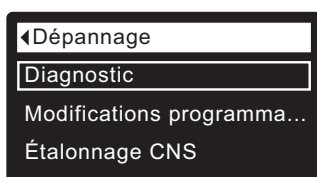

FIG. 98
2. Pour ouvrir l'écran de diagnostic à partir d'un écran d'état dynamique (lorsqu'un code d'erreur n'est pas affiché), appuyez sur le sélecteur (O) pour afficher le **Menu principal**.
4. Appuyez sur le sélecteur (O) pour afficher le menu des fonctions avancées.
6. Appuyez sur le sélecteur (O) pour afficher le menu de dépannage (cf. Figure 98).
1. À partir d'un écran d'état dynamique, appuyez sur le sélecteur (O) pour afficher le **Menu principal**.
3. Appuyez sur le sélecteur (O) pour afficher le menu des fonctions avancées.
5. Appuyez sur le sélecteur (O) pour afficher le menu de dépannage (cf. Figure 98).
- **Annuler** vous fait revenir au menu de dépannage (Figure 98).
9. Appuyez sur le sélecteur (O).